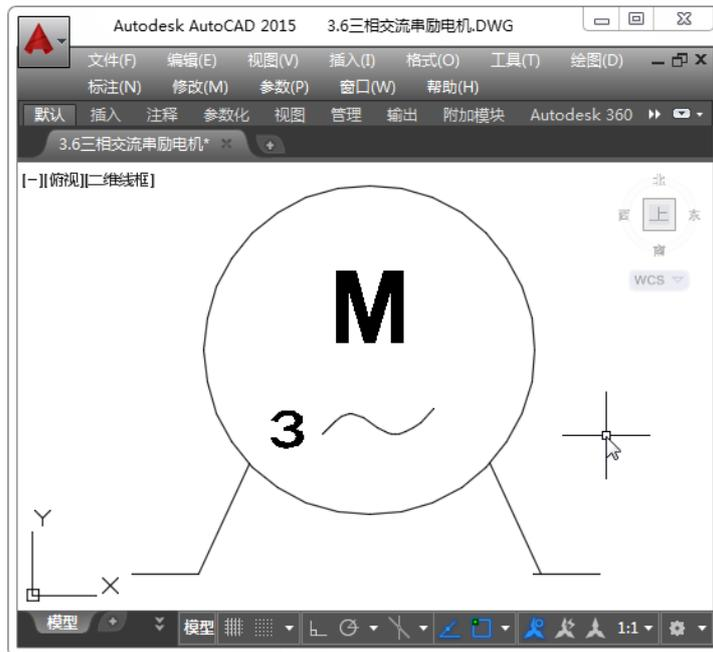

图 3-71 绘制水平直线
Step05: 以两条斜线的底部端点为起点, 分别向左、向右绘制水平直线, 长度为 2, 如图 3-71 所示。